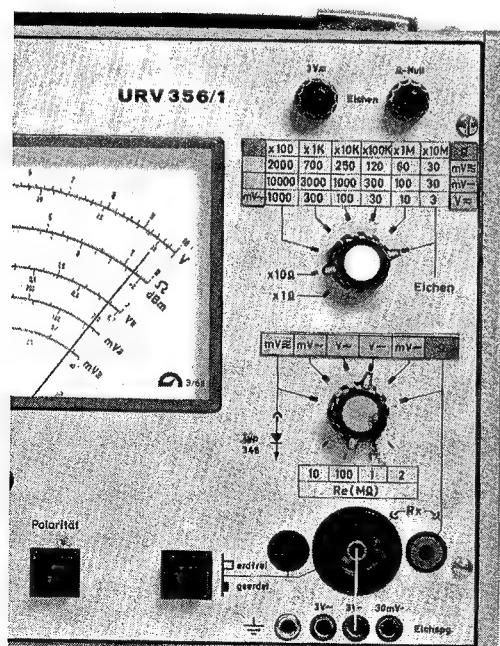

Bild 10
- b) Schalterstellung: siehe Bild 10